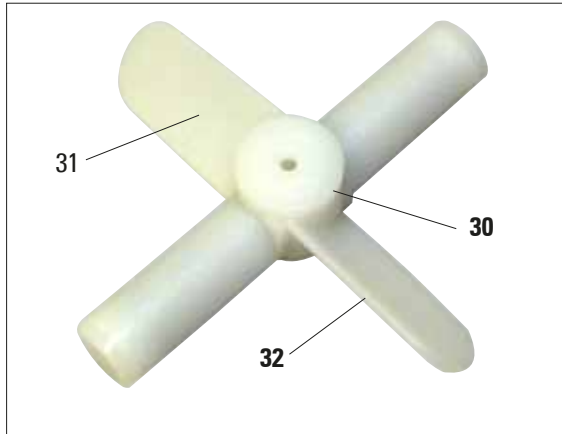

Fig. 7
- Déballez l'agitateur magnétique (fig. 7, pos. 30) et l'installez dans la chambre.
L'agitateur magnétique doit être placé de sorte que l'extérieur convexe (32) des deux pales (31) soit orienté vers le bas ! (fig. 7)